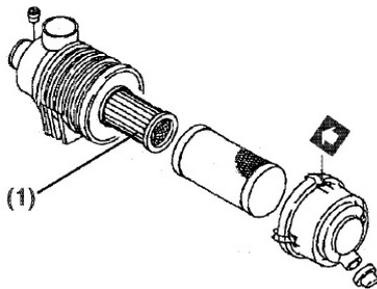

Abb. 32: Luftfilter mit Doppeleinsatz
Schritt 4: Wenn der Luftfilter mit einem Doppeleinsatz ausgerüstet ist, nur den inneren Einsatz (Abb. 32, Pos. 1) entfernen und ersetzen, wenn es dem Motor an Leistung mangelt oder die Staubanzeige (falls vorhanden) betätigt wird.